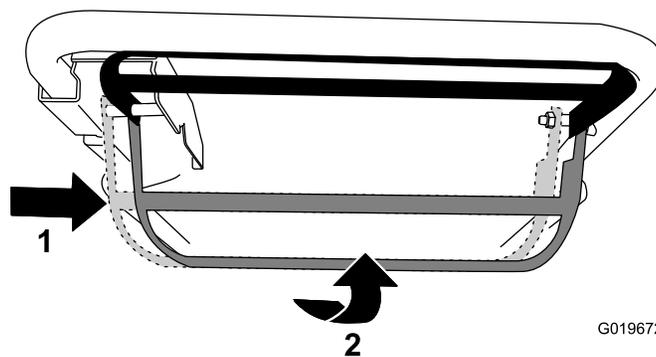

Figure 14
- **Pour utiliser la commande d'autopropulsion et engager la lame :** Déplacez la barre de commande de la lame complètement à droite et relevez-la contre le guidon (Figure 14).